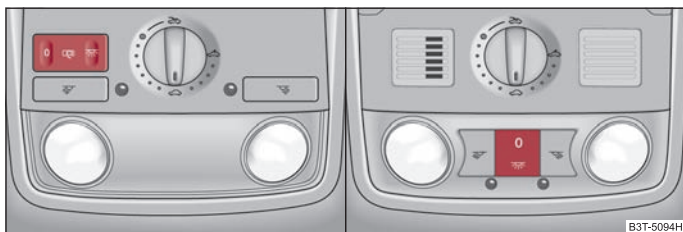

Fig. 53 Imagine din plafon: Iluminarea interioară față
- Apăsați întrerupătorul pe simbol => fig. 53.
- Aduceți întrerupătorul în poziție mijlocie. La autovehiculele fără supraveghere a interiorului*, poziția din mijloc este marcată cu un simbol => fig. 53.